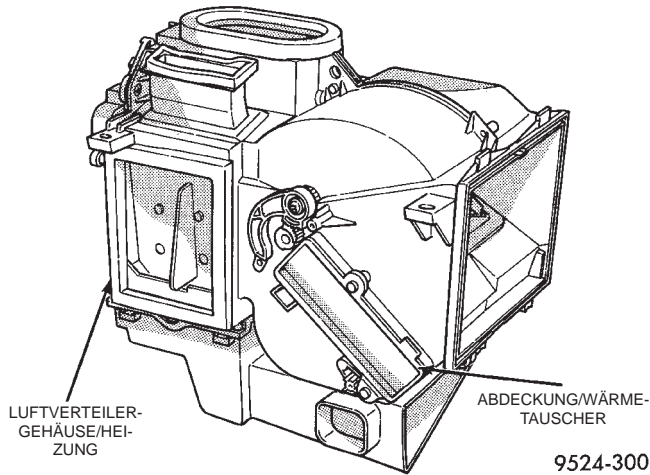
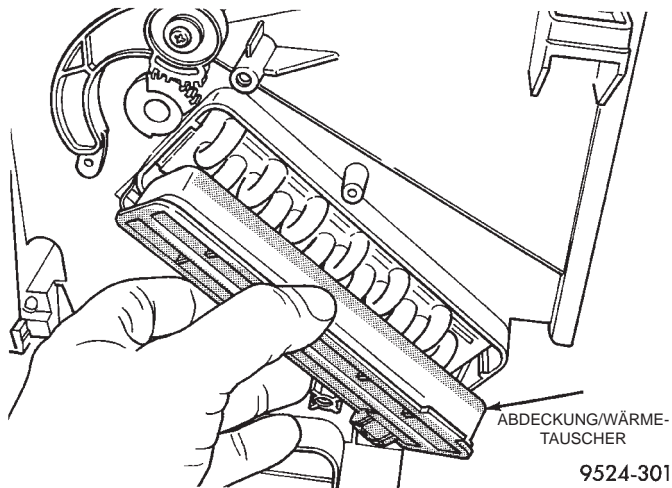

Abb. 93 Abdeckung des Wärmetauschers
Abb. 94 Abdeckung des Wärmetauschers abbauen
(24) Abdeckung des Wärmetauschers der Heizung ausbauen (Abb. 93) und (Abb. 94).